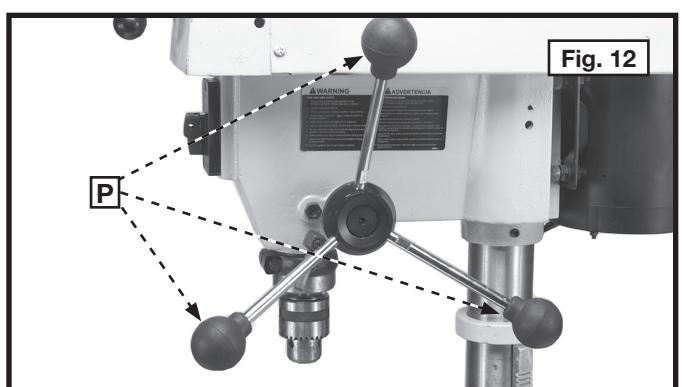

Fig. 12
10. Enrosque los tres mangos (P) Fig. 12 en los tres agujeros roscados localizados en el eje de piñón.